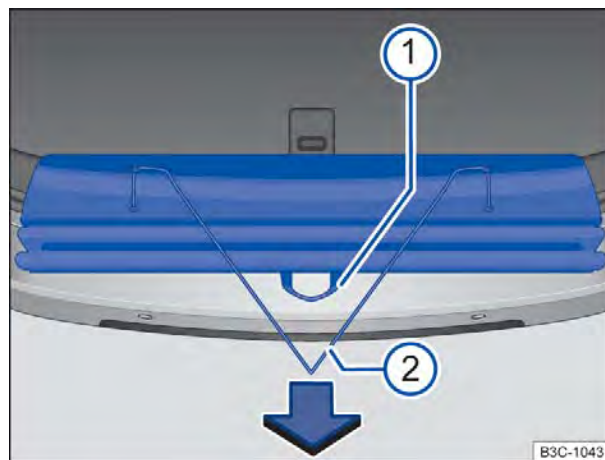

Fig. 103 No compartimento de bagagem: desdobrar e dobrar o pano de proteção.
- Puxar o pano de proteção pela tira ⇒ **Fig. 103** ① no sentido da seta por cima do para-choque traseiro.